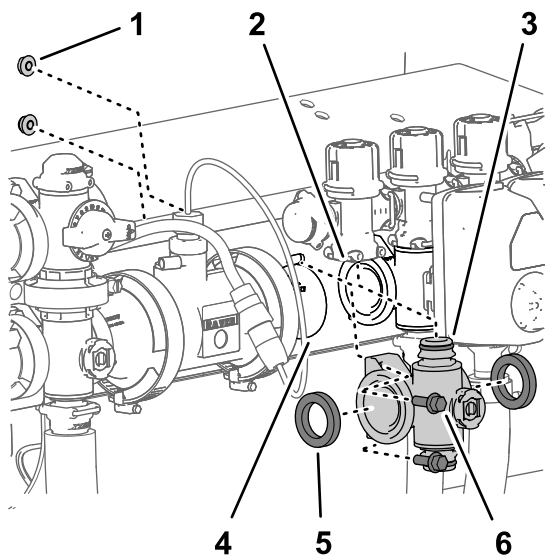
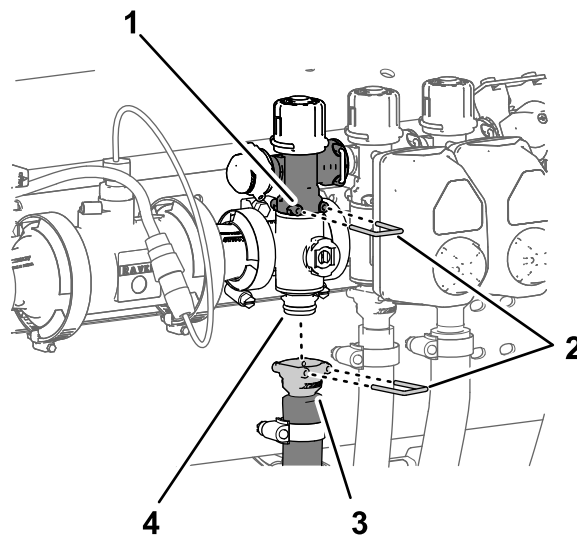

Figura 117
Figura 118
1. Allineate le 2 guarnizioni rimosse in Rimozione della valvola del collettore della sezione \(pagina 85\) alle flange del collettore della valvola della sezione (Figura 117).
- Allineate la flangia del collettore della valvola della sezione allo spazio tra le flange dell'altra o delle altre valvole e/o dell'adattatore di accoppiamento (Figura 117).
- Montate il raccordo di collegamento rapido del collettore della valvola della sezione sul raccordo a scollegamento rapido della valvola di bypass della sezione mediante un perno di collegamento rapido (Figura 117 e Figura 118).
- Per i collettori delle valvole delle sezioni sinistra o destra, montate il collettore della valvola della sezione sul supporto della valvola (Figura 117)
8. Montate l'accoppiatore rapido del flessibile della sezione sul raccordo di collegamento rapido del collettore della valvola della sezione mediante il perno di collegamento rapido (Figura 118).